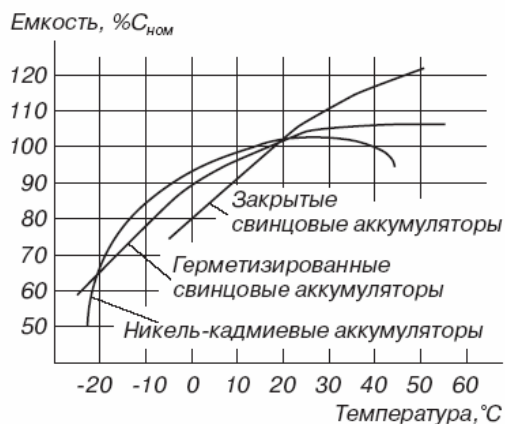

Рис.11 Зависимость емкости АКБ от температуры
6.8 В условиях отрицательных температур свинцовые АКБ сохраняют работоспособность, но значительно теряют емкость. На рис.11 приведены графики зависимости емкости батарей от температуры.